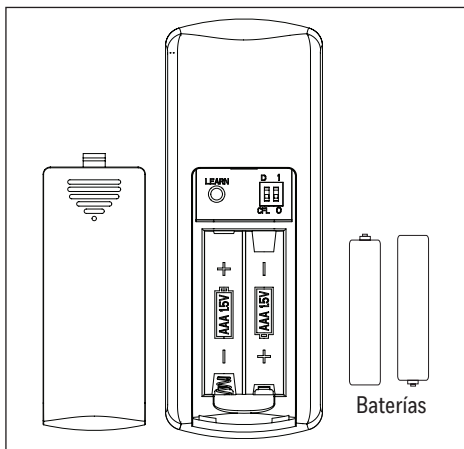

Figura 6.1
1. Use un destornillador de cabeza plana, de ser necesario, para retirar la cubierta de la batería en la parte posterior del control remoto del paquete remoto. Inserte dos baterías en el control remoto; asegúrese de que la polaridad de las baterías coincida con la polaridad indicada en el compartimiento para esta: positivo (+) con positivo (+) y negativo (-) con negativo (-). Vuelva a colocar la contratapa y presione el botón de encendido del ventilador en el control remoto para asegurarse de que se encienda el indicador LED y que el control remoto encienda el ventilador (Figura 6.1).